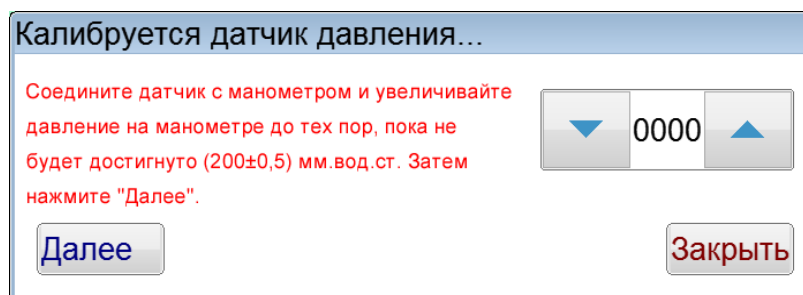

Рисунок 27 – Вторая точка калибровки датчика давления
5.8.7 Нажать кнопку **[Далее]**, включится насос и будет предложено соединить датчик давления с манометром и увеличивать давление в манометре до тех пор, пока не будет достигнуто давление (200±0,5) мм вод. ст. (рисунок 27). Чтобы увеличивать давление, необходимо нажать и удерживать кнопку **[▲]**. Для уменьшения давления необходимо нажать и удерживать кнопку **[▼]**.